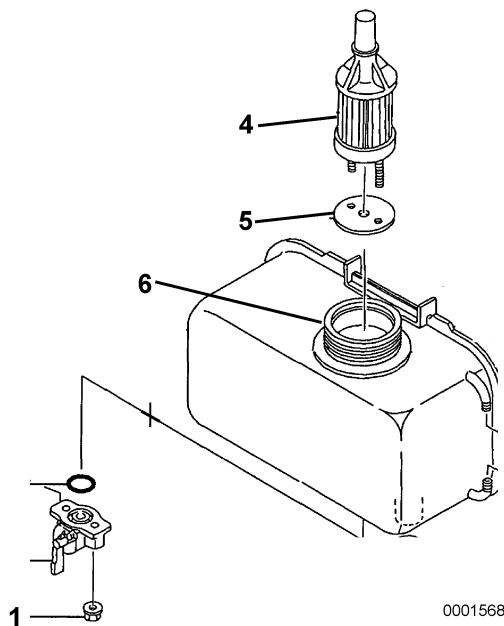

Рисунок 11
4. Ослабить гайки топливного крана (позиция 1, Рисунок 11) на любой стороне топливного крана (позиция 2, Рисунок 11).
5. Снять и выбросить уплотнительное кольцо (позиция 3, Рисунок 11).
6. Вытянуть выходной топливный фильтр (позиция 4, Рисунок 11) и прокладку (позиция 5, Рисунок 11) из заливной горловины топливного бака (позиция 6, Рисунок 11).
7. Установить новый выходной топливный фильтр (позиция 4, Рисунок 11) и прокладку (позиция 5, Рисунок 11) через заливную горловину топливного бака (позиция 6, Рисунок 11) и расположить их в топливном баке.
8. Установить новое уплотнительное кольцо (позиция 3, Рисунок 11) на топливный кран (позиция 2, Рисунок 11) и закрепить узел на топливном баке, используя гайки топливного крана (позиция 1, Рисунок 11).